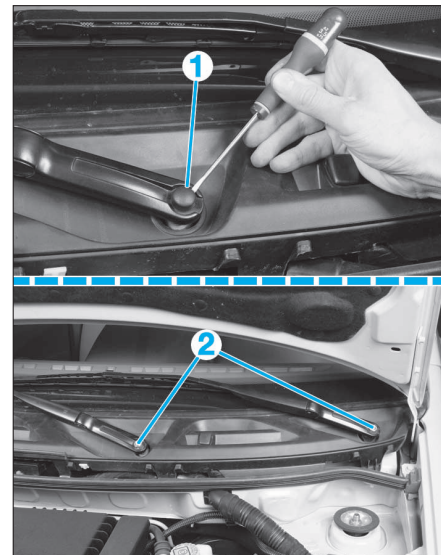

FIG. 19
- Déposer les capuchon (1) et les écrous (2) (Fig.19).